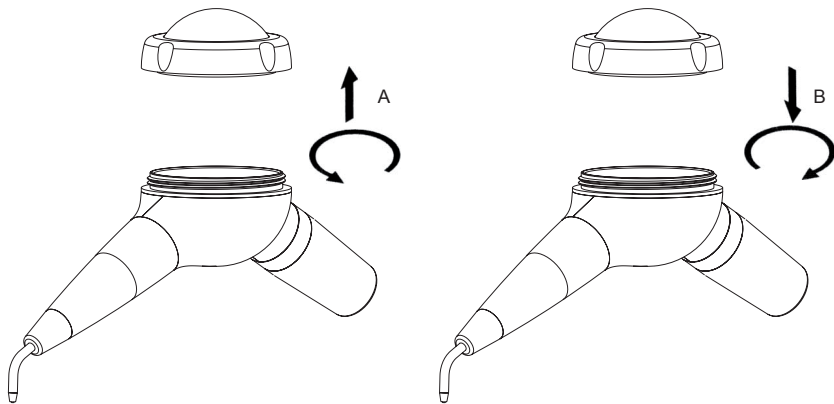

Bild 4
- 4 Schrauben Sie die Kappe des Pulverbehälters ab (Bild 4 - Ref.A).
- 6 Schrauben Sie die Kappe des Pulverbehälters wieder zu, ohne sie zu stark festzudrehen (Bild 4 - Ref.B).